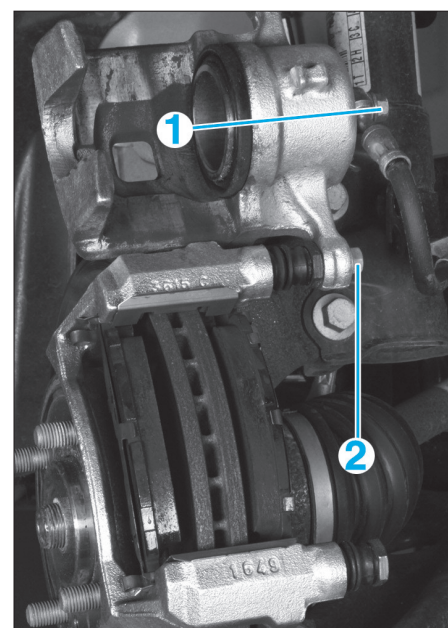

Fig. 5
- Débloquer le flexible de frein (1) sur l'étrier (Fig.5).